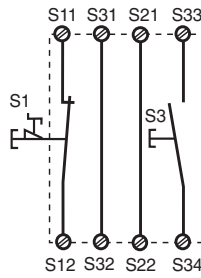

Fig. 3: Circuito de entrada monocanal, rearme manual/Circuito di ingresso monocanale, start manuale/Eenkanalig ingangscircuit, handmatigestart
- Fig. 3, 4, 5, 6:
- Fig. 3, 4, 5, 6, 8: